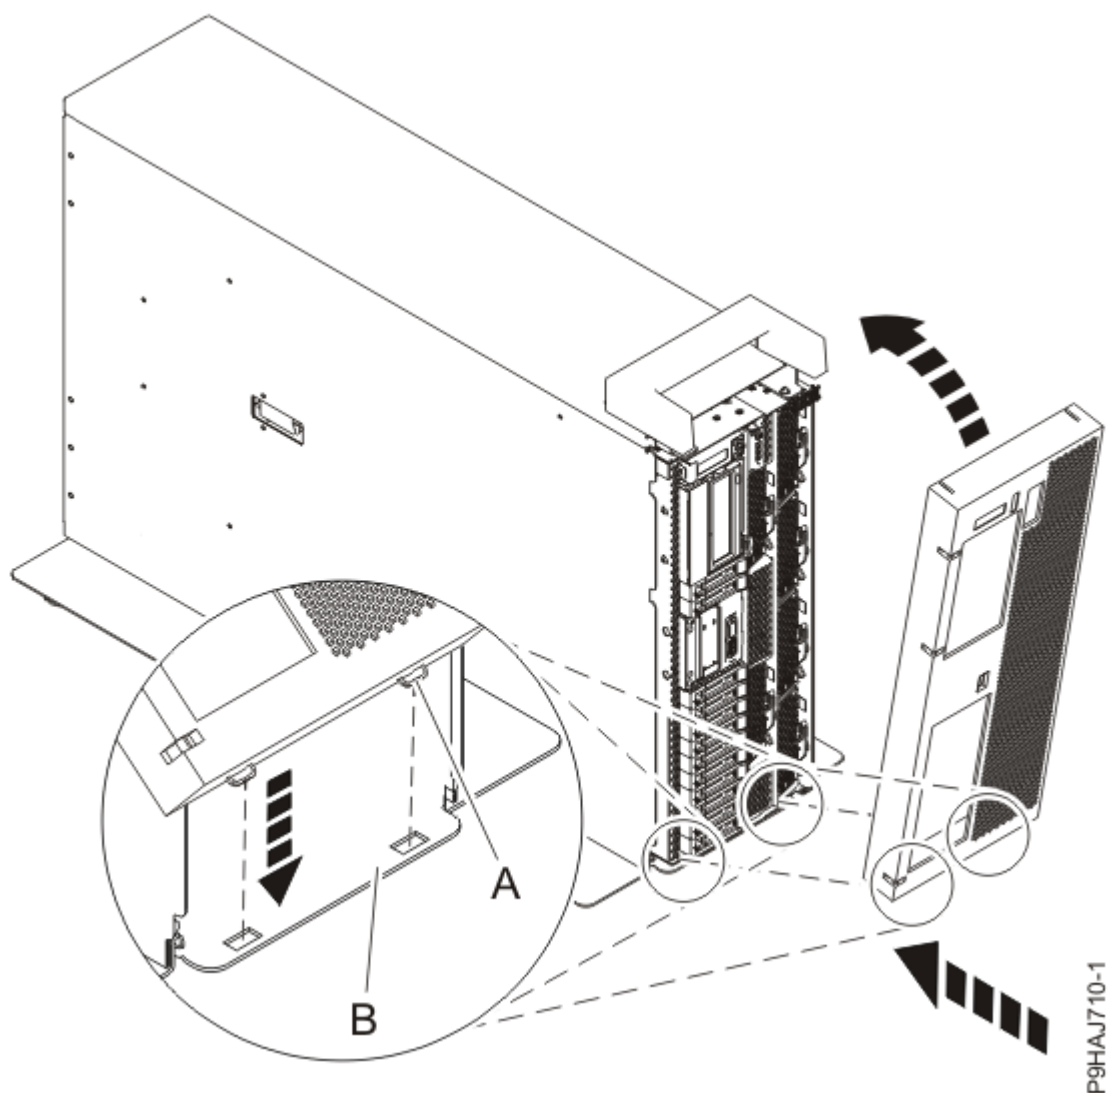

Figure 47. Installation du capot et du volet avant
- b) Alignez le capot jusqu'à ce que les deux pattes (**A**) soient placées dans les encoches de la plaque de base (**B**), comme illustré dans la Figure 47, à la page 49.